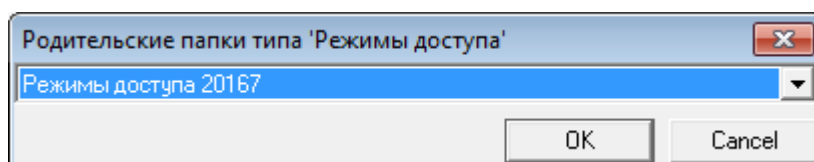

Рисунок 9.118 — Выбор папки для хранения режима доступа
4. Если имеется несколько папок для хранения режимов доступа, **Мастер доступа** предложит выбрать папку, в которую необходимо добавить режим доступа (рисунок 9.118). Если режимы доступа должны быть разделены для каждой категории пропусков, следует предварительно добавить к папке **Доступ** необходимые категории. Затем к соответствующим категориям добавить элементы **Режимы доступа**. Выберите папку для хранения режима доступа и нажмите на кнопку **ОК**. В отобразившемся окне свойств в поле **Имя** введите название **Режима доступа** и нажмите на кнопку **Принять**.